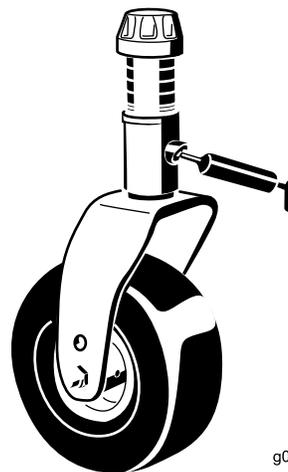

Figura 37
- 2 boccole dell'albero della forcella della ruota orientabile (Figura 37)